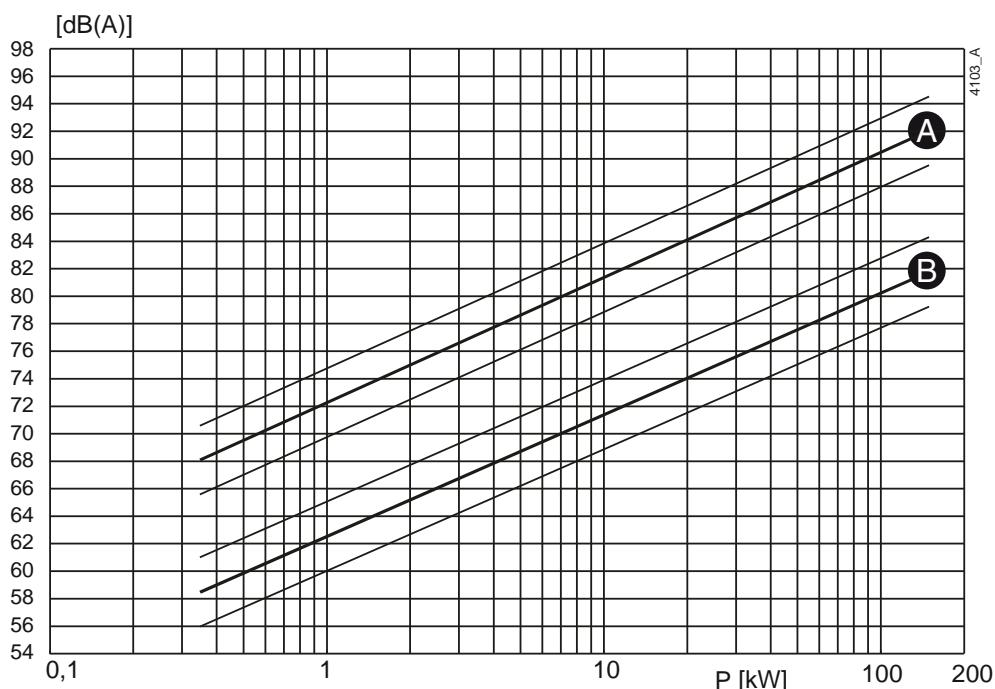
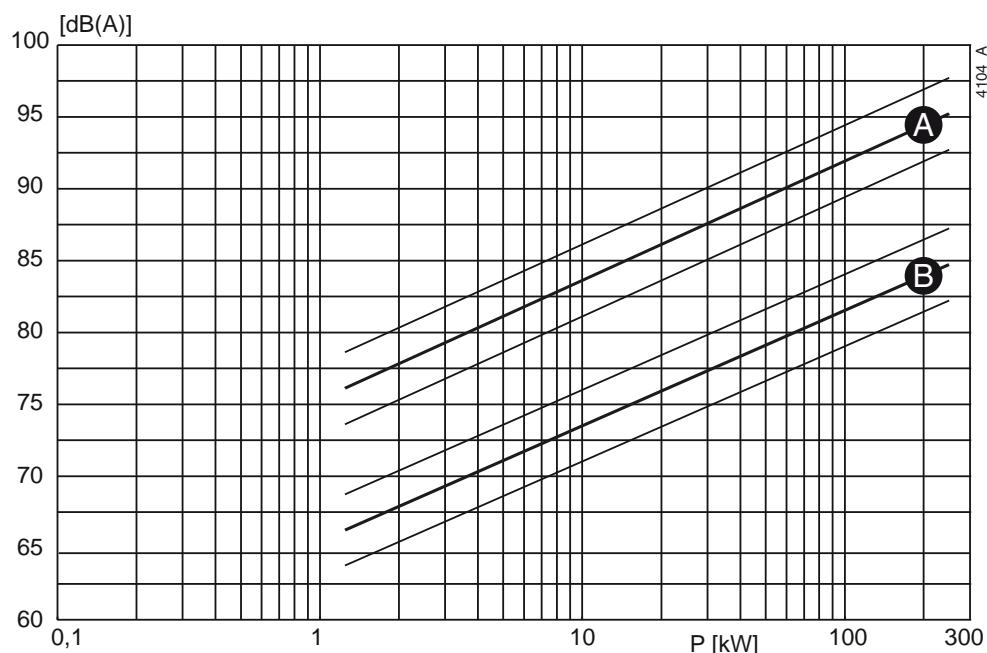

Рисунок 40: Зависимость уровня шума от мощности насоса [кВт] при 1450 об/мин.
Рисунок 41: Зависимость уровня шума от мощности насоса [кВт] при 2900 об/мин.
- 1 Определите уровень шума ( $L_1$ ) насоса, см. Рисунок 40 или Рисунок 41.